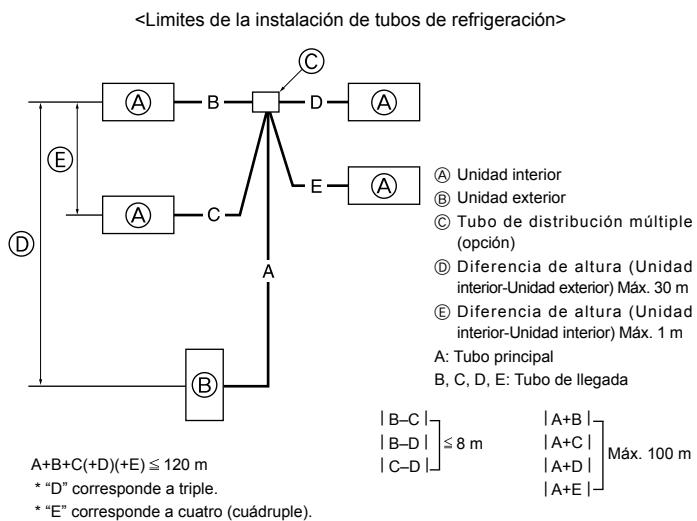

Fig. 4-9
4.8. Para combinación doble/triple/cuádruple (Fig. 4-9)